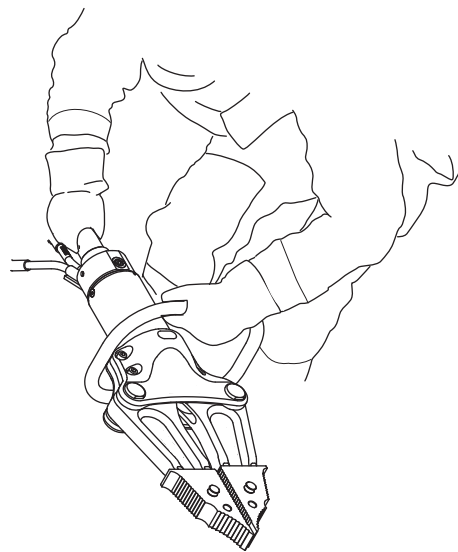

Fig. 7
- NGardez toujours une main sur la poignée et l'autre sur la soupape de commande (fig. 7) en actionnant l'outil.